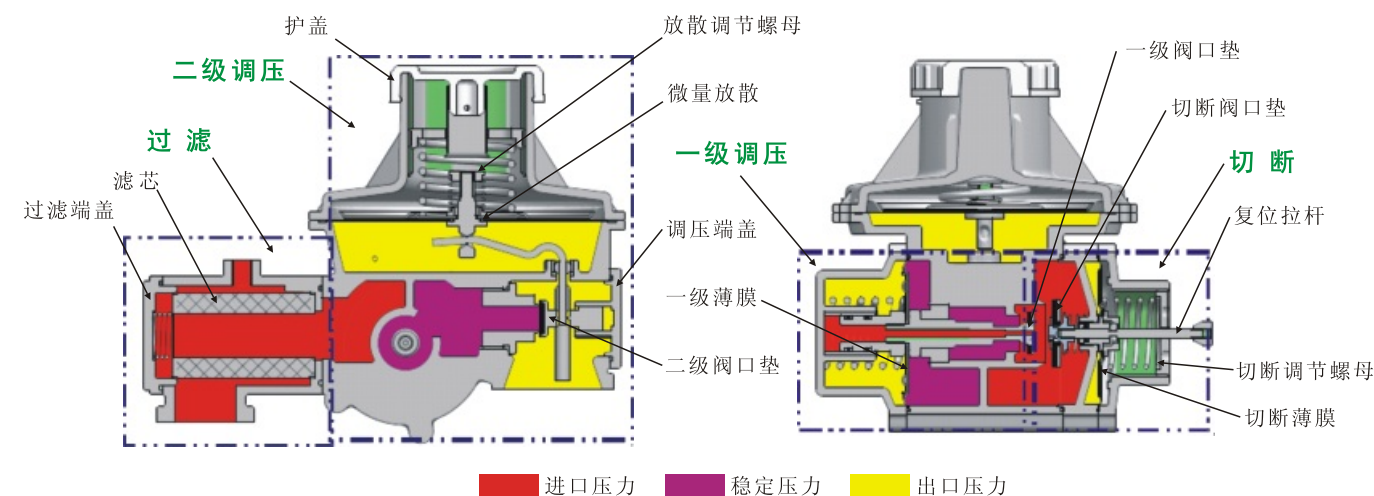

图 2
调压箱工作原理（见图2）：过滤后的介质经一级调压后形成稳定压力输入到二级调压单元，经二级调压输出所需的出口压力P2。
若用户需自行调节放散压力时，请旋下护盖。（参看图2）用14的长柄套筒旋转调节螺母（顺时针调节，压力升高，逆时针调节，压力降低。）放散压力建议为运行压力的1.3倍。
- 2) 滤芯(参看图2)：排空调压器内气体，用4的内六角扳手将过滤器端盖取下(有弹簧，注意压住端盖)，向外拉滤芯头上的拉环就可取出滤芯。